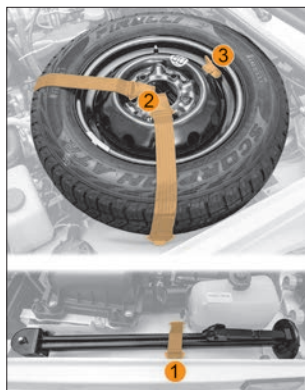

Рис. 44. Укладка и крепление домкрата и запасного колеса
- уложите домкрат и запасное колесо, как показано на рис. 44, и закрепите их эластичными ремнями 1 и 2. Кроме того, зафиксируйте положение запасного колеса винтом 3, предварительно подав запасное колесо максимально возможно вперед по ходу движения автомобиля.